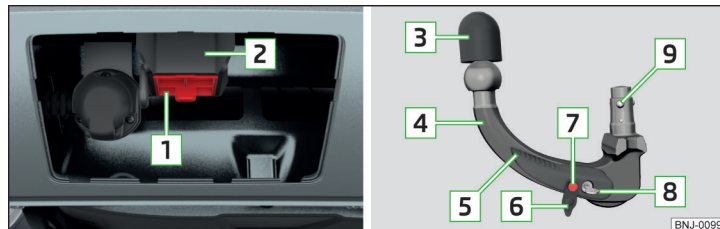

Fig. 129 Suportul dispozitivului de tractare / tija cuplei
**Suportul dispozitivului de tractare și tija cuplei sferice » fig. 129**